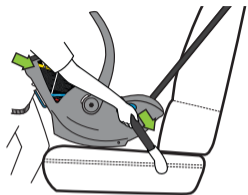

Figure 73
- Utilisez votre corps pour pousser le porte-bébé contre le dossier du siège du véhicule et le faire bouger tout en tirant sur la partie sous-abdominale de la ceinture de sécurité gonflable pour serrer, comme le montre la **Figure 73**.